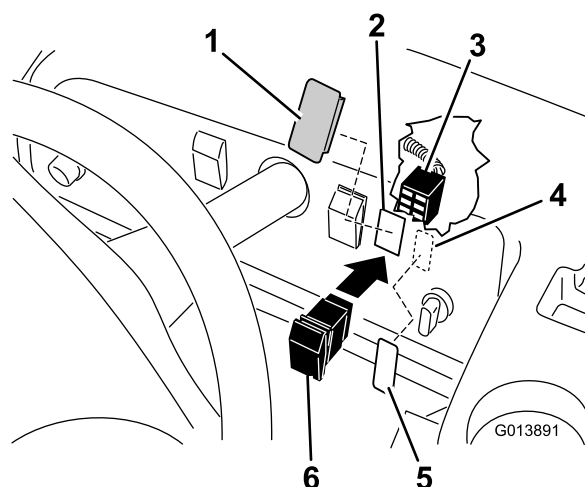

Figura 15
1. Staccate il tappo dal foro nella parte destra del cruscotto (Figura 15).
2. Inserite il contattore nel foro aperto nel cruscotto (Figura 15).